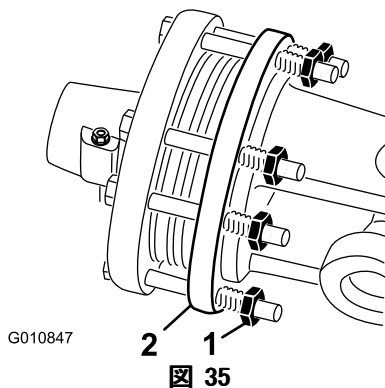

図 35
1. シーズンの終了後、各クラッチ・ナットを2回転ゆるめる（図 35）。